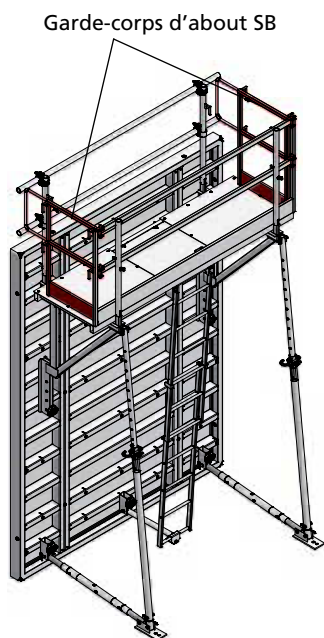

Fig. 14.1
1. L'unité coffrante avec trappe et échelle télescopique en position debout est sécurisée contre les chutes de hauteur grâce au garde-corps d'about SB (fig. 14.1). Personne A accède à la plate-forme via l'échelle et retire les élingues des bras de levage SB.